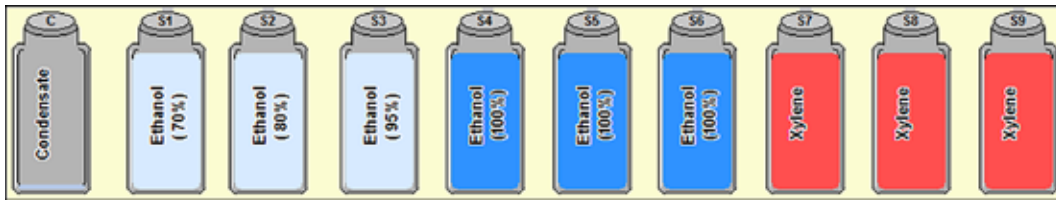

Bild 50
- Systemflaskorna har beteckningarna "S1" till "S9" och visas tillsammans på ett separat område på skärmen (fig. 50). Kondensatflaskan har beteckningen C och visas längst till vänster.